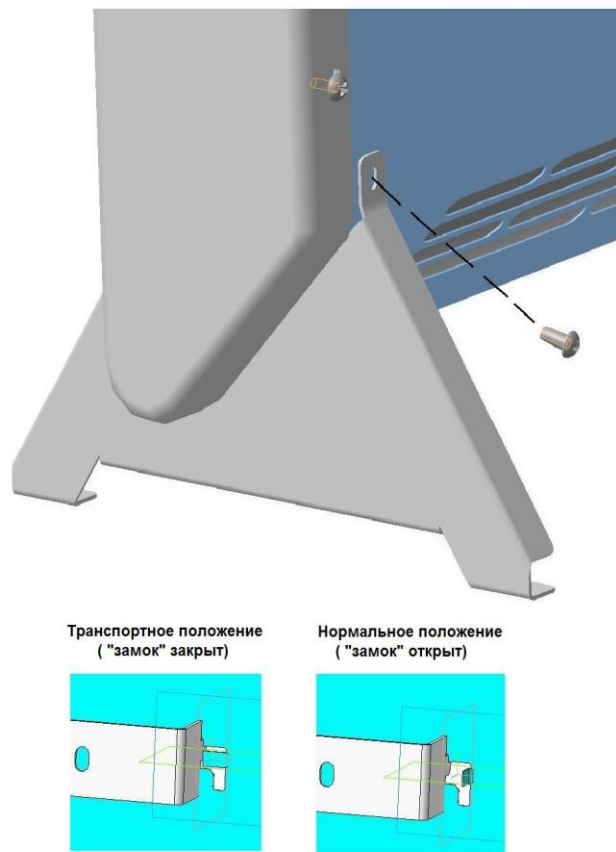

Рис. 1
Перед монтажом конвектора необходимо освободить его от кронштейна большого, установленного в транспортном положении на задней панели. Для этого надо отогнуть «замок» (см. рис. 1) и снять кронштейн
1. Перед началом эксплуатации конвектора, достать из упаковки комплект ножек. Установить планки на нижнюю часть конвектора, завернув в имеющиеся отверстия по два винта-самореза (см. рис.1).